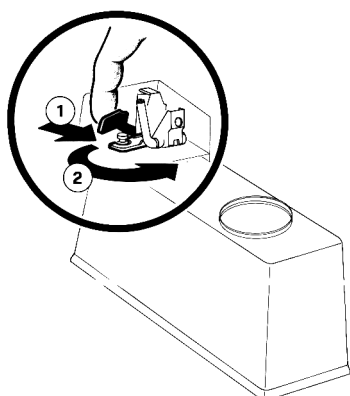

figure 6
le décrocher du réservoir avec le couvercle du robinet même (voir figure 6).
Tirer (1) le levier de décrochement du robinet et en même temps tourner (2) vers gauche le corps du robinet jusqu'à le décrocher du réservoir avec le couvercle du robinet même (voir figure 6).
- Raccrocher le corps et le couvercle du robinet au réservoir avec des opérations inverses aux précédentes DESCRITTE au chapitre 5.3.2.1. LIGNES HT11 - HT20 AVEC ROBINET EN CAUTCHOU (vedere figure 6).